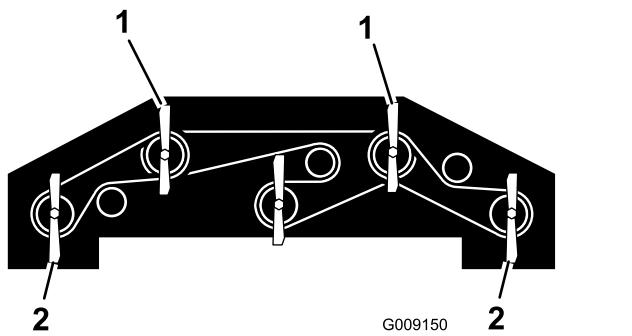

Figure 136
- Tournez chaque lame pour qu'elle pointe droit devant (Figure 136).